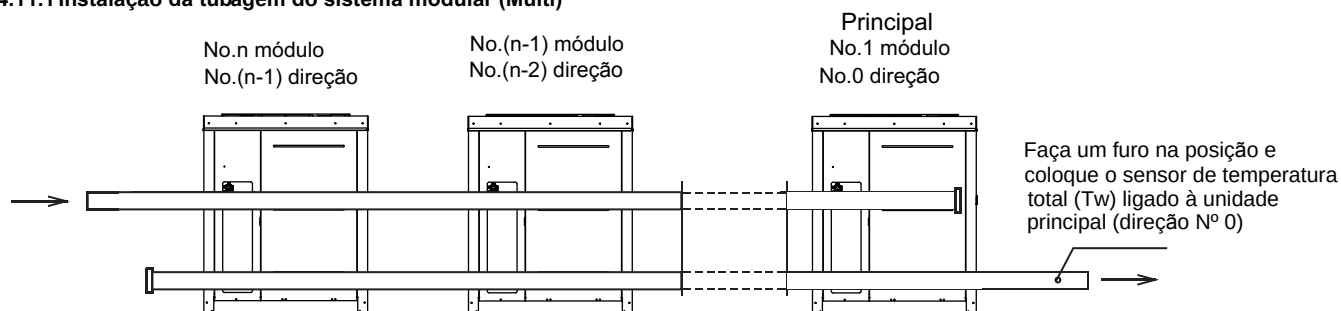

Fig. 4.7 (menos de 16 unidades)
- Como sensor de temperatura de saída de água total (Tw), deve-se utilizar o sensor Tw da unidade principal (comprimento do sensor 5 m), ver o esquema elétrico da chapa do equipamento para localizá-lo. O sensor deve estar dentro do invólucro fornecido de acordo com a Fig 4.7.